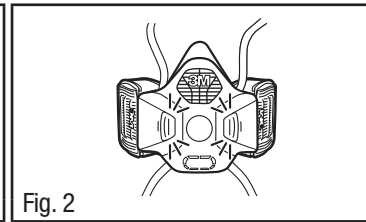

Fig. 2
2. Empurre o cartucho/filtro no conector até o botão azul de liberação do cartucho/filtro voltar à posição original fazendo um som audível (Fig. 2).